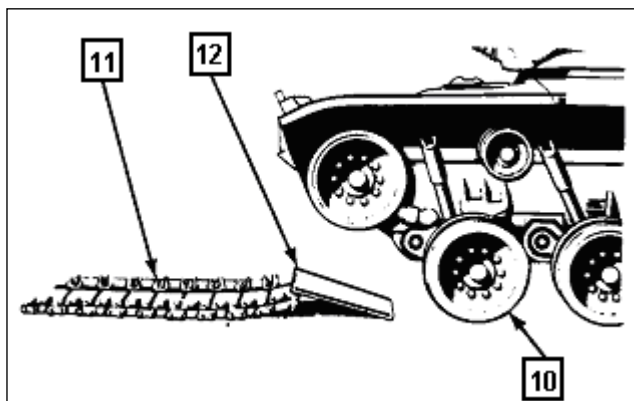

Fig 6-20. Rampa para facilitar a instalação da lagarta
b. Com as rodas de apoio (10) sobre o solo, alinhar a lagarta a ser instalada (11) a frente ou a retaguarda do CC alinhada com as rodas de apoio. (Fig 6-20)
c. Colocar uma placa de metal pesada ou madeira resistente (12) sobre o
patim da lagarta próximo do CC para formar uma rampa. Se não for possível, cavar um buraco abaixo dos primeiros patins da lagarta até que a superfície superior da mesma esteja nivelada com o solo. (Fig 6-20)